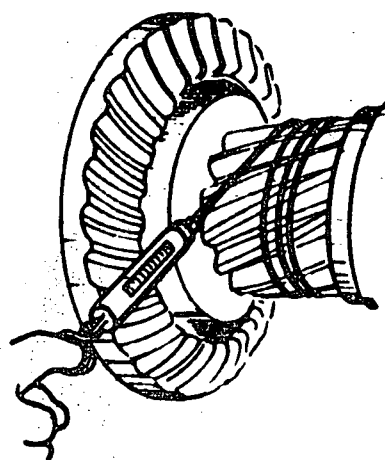

Fig. 6
- a tensão necessária para girar o pinhão do diferencial, permitindo controlar a pré-carga de seus rolamentos (fig. 6).